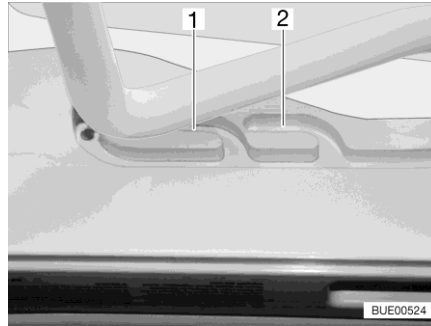
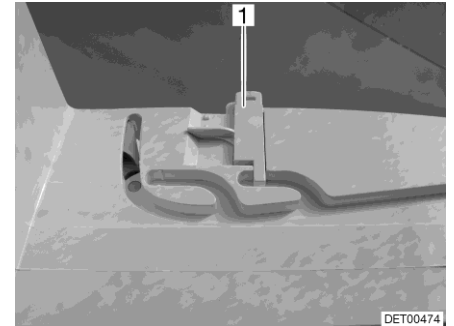

Bild 33 Führung (Lüftungsstellung)
Bild 34 Verriegelung (Lüftungsstellung)
Die Heki-Dachhaube kann in zwei Lüftungsstellungen gebracht werden: Schlechtwetterstellung (Bild 33,1) und Mittelstellung (Bild 33,2). Je nach Modell kann die Dachhaube in der Mittelstellung mit den beiden Riegeln (Bild 34,1) links und rechts am Rahmen der Dachhaube verriegelt werden.
- Den Bügel leicht nach oben drücken und in die gewählte Führung (Bild 33,1 oder 2) schieben und ggf. verriegeln.